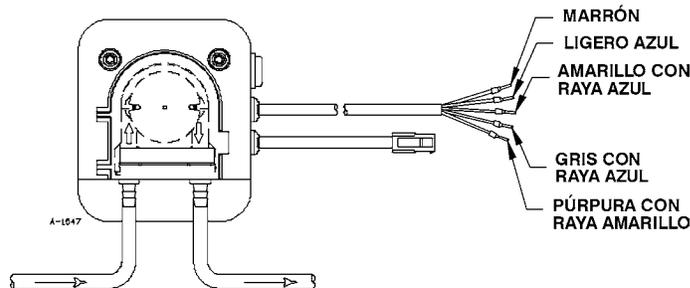

FIGURA 4
**Serie TPR** (tanque de control del depósito) - Conecte el cable marrón a la fase principal (línea) y el cable azul a la fase neutra (común) (vea la Figura 4). Asegúrese de que la energía esté apagada al conectar el depósito a la bomba. Conecte el cable del tanque del depósito a la bomba introduciendo el enchufe de 4 clavijas en el cable correspondiente en la bomba.
**C y NC** - Cuando el nivel de agua sube, se abre el circuito que apaga el compresor y evita que ésta se rebose, ya que se conecta el cable gris con el cable azul con rayas y el amarillo con el azul con rayas. (Vea la Figura 4.)
**C y NO** - Cuando el nivel de agua sube, se cierra el circuito que activa una campana o alarma (no proveída), ya que se conecta el cable gris con el cable amarillo con rayas y el morado con el amarillo con rayas. (Vea la Figura 4.)